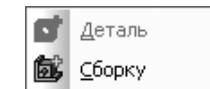

Рис. 6.21. Всплывающее меню пункта выпадающего меню **Создать компонент** пункта главного меню **Операции** в режиме **Сборка**
- **Создать компонент** вызывает всплывающее меню, показанное на рис. 6.21. Всплывающее меню пункта **Создать компонент** включает два пункта;